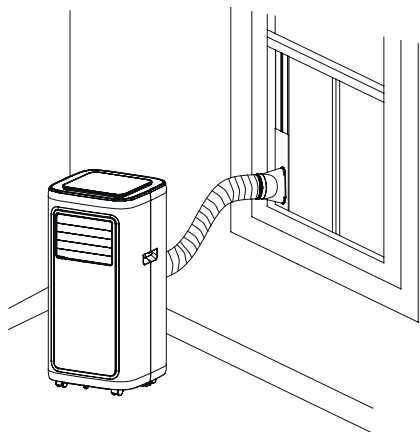

Figure 5
- 3) Étirez le tuyau d'évacuation de chaleur et calez l'extrémité plate de celui-ci dans le trou du système d'étanchéité de la fenêtre (voir Figures 5 et 6).